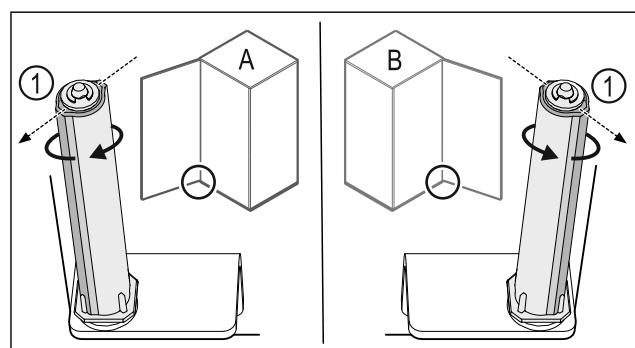

Fig. 46 Venstre stopp (A) / høyre stopp (B)
- Drej låsesystemet mot motstanden, helt til låsesystemets stang Fig. 46 (1) peker utover.